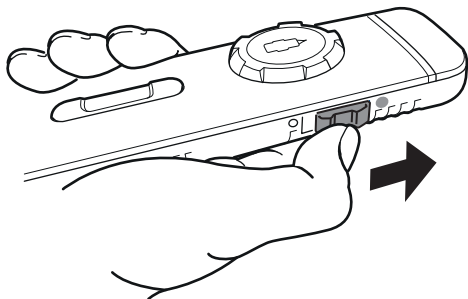

Abb. 12
- Seitlichen Schiebeschalter nach oben schieben (Abb. 12).